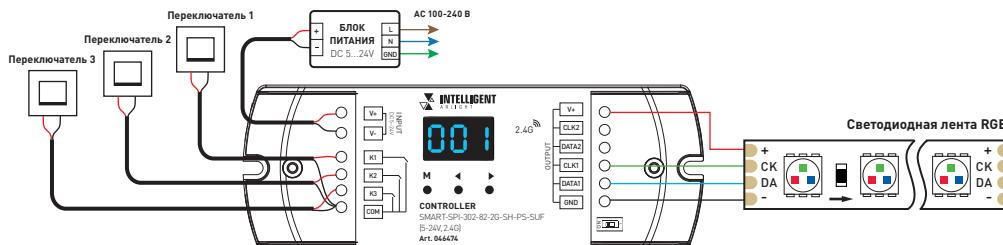

Рис. 1. Схема подключения контроллера SMART-SPI-302-82-2G-SH-PS-SUF
- 3.2. Подключите устройство согласно схеме на рис. 1. Если пиксельная лента SPI имеет один провод управления, выходы на клеммах DATA и CLK одинаковы, таким образом к контроллеру можно подключить до 4 светоизодиодных лент. Если пиксельная лента SPI имеет два провода управления, можно подключить до 2 светоизодиодных лент.